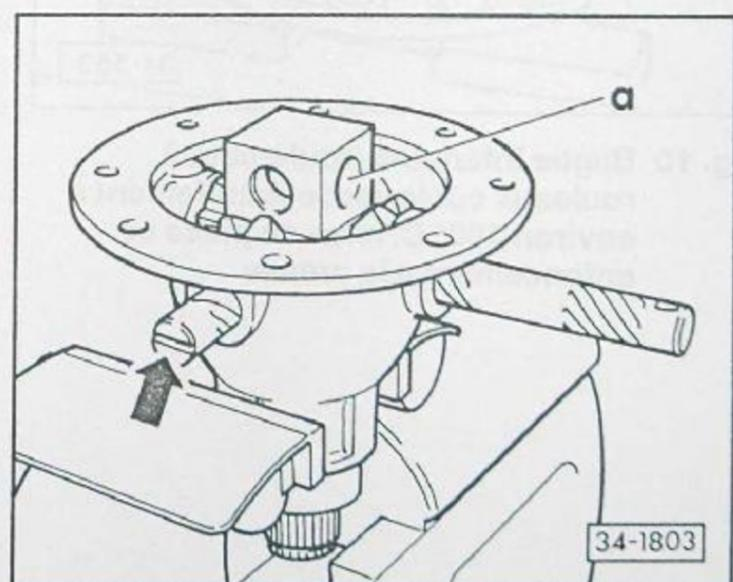

Fig. 8 Axes des satellites: repose
- Emmancher – fig. 8 et 9
- Position de montage – fig. 8